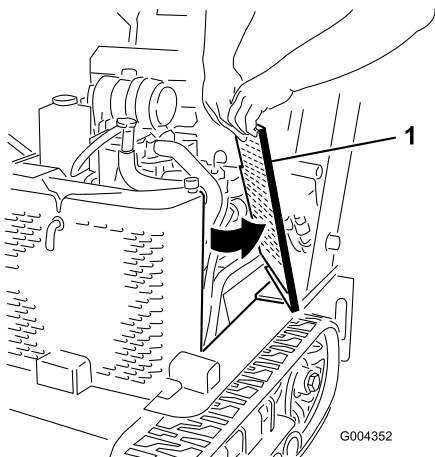

Figure 27
2. Faites coulisser les panneaux latéraux (Figure 27) vers le haut pour les sortir des fentes du panneau avant et du cadre.